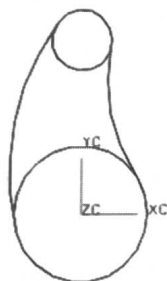
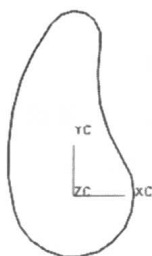

图 1-5 倒圆 2
图 1-6 曲线修剪
(2) 用同 (1) 的步骤生成倒圆 $R=76\text{mm}$ ，如图 1-5 所示。
利用 Basic Curves→Trim 把图 1-5 剪切成如图 1-6 所示。